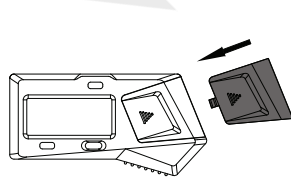

fig.3
- Chiudere il coperchio della batteria (fig. 3)